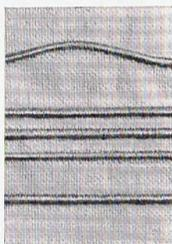

Abb. 46
**Gerade und bogenförmige Kordelnähte** (Abb. 46). Die Kordelnäht besteht im Übernähen eines Einlagefadens mit Zickzackstich. Für die geraden Kordelnähte verwende man den Kordelfuß Nr. 5, Abb. 3, für die bogenförmigen den Fuß Nr. 2, Abb. 4, von denen der erstere mit einem Führungsloch für den Einlagefaden versehen ist. Bei den Kordelnähten muß ebenfalls die untere Spannung etwas fester sein als beim gewöhnlichen Nähen.